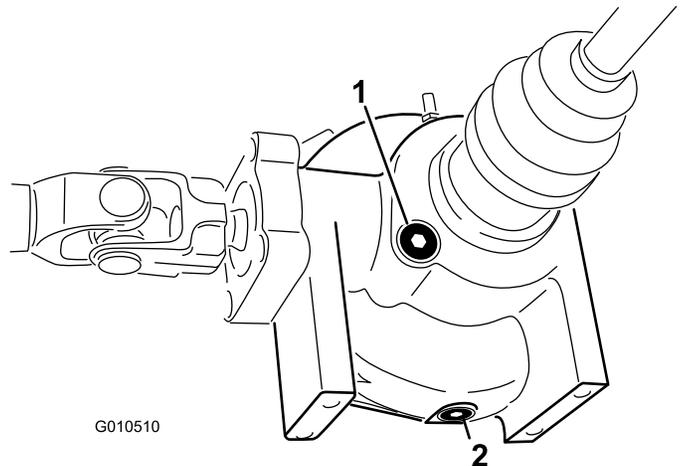

Figura 18
2. Limpe a área em torno do bujão de enchimento e controle o nível na parte lateral do diferencial (Figura 18).